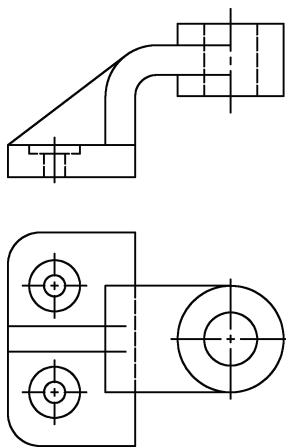

图 3-56 最终效果图
22) 至此, 该图形已经绘制完成, 最终效果如图 3-56所示。按〈Ctrl+S〉组合键保存该文件。